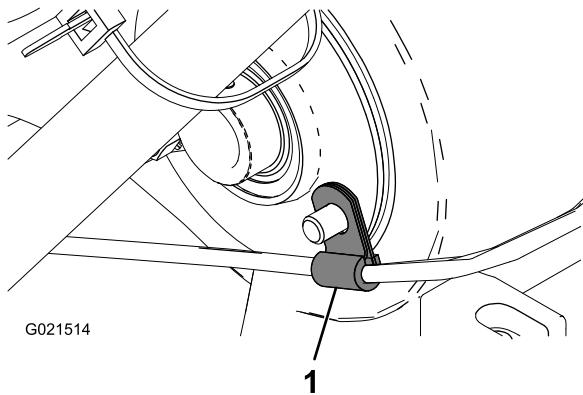

Figure 4
- À l'aide du clip de l'ancien câble d'accélérateur, fixez le câble d'accélérateur neuf à l'arrière du carter de différentiel (Figure 4).